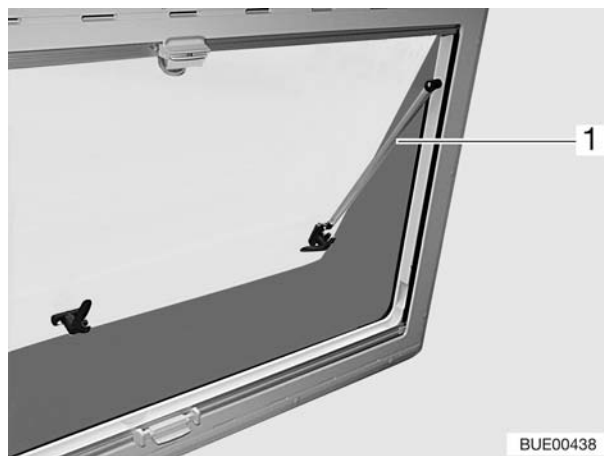

Fig. 45 Finestra apribile, aperta (variante 1)
- Aprire la finestra apribile fino al punto di arresto desiderato. La guida telescopica (Fig. 45,1) si innesta automaticamente in posizione.